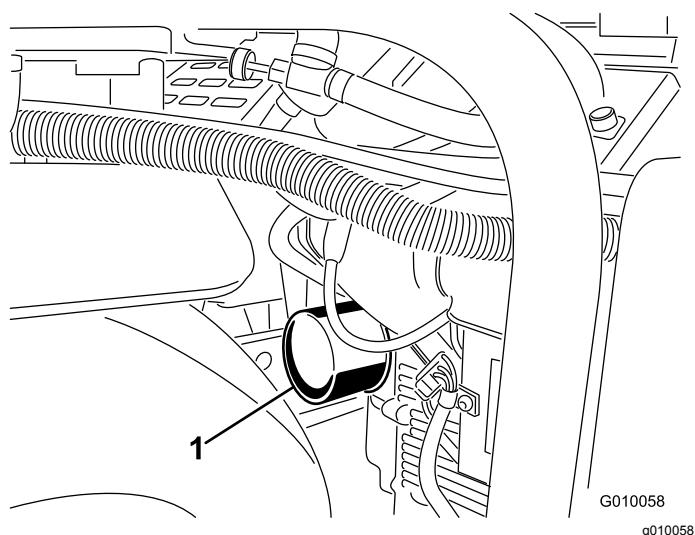
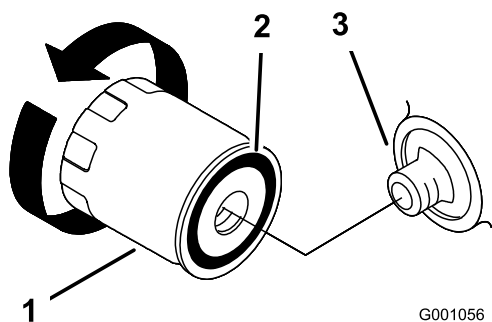

图46
图47
- 在滤清器下面放一个浅盘或抹布接住机油图46。
- 拆下旧滤芯图46和图47并擦拭滤芯安装座垫片的表面。